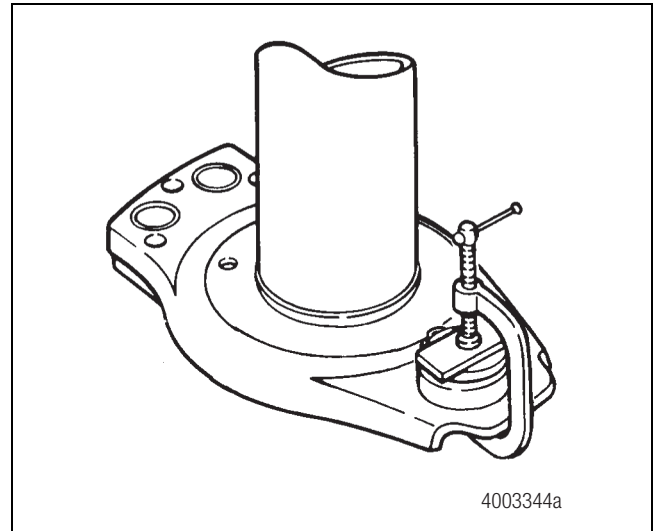
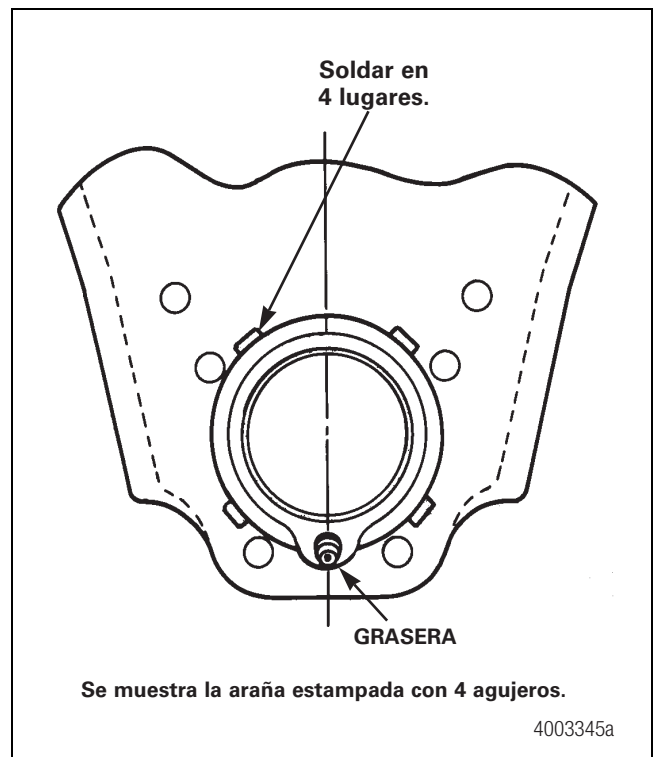

Figura 12.44
Figura 12.45
4. Presione el retenedor nuevo hacia dentro de la araña con una abrazadera en C. Figura 12.44. Verifique que la grasería esté en la posición correcta. Figura 12.45.
5. Suelde el retenedor en cuatro puntos con electrodos AWS E70S3 o E70S6. Cada soldadura debería tener un filete de 0.1875 pulgada (4.76 mm) y una longitud de 0.375 pulgada (9.52 mm). Figura 12.45.